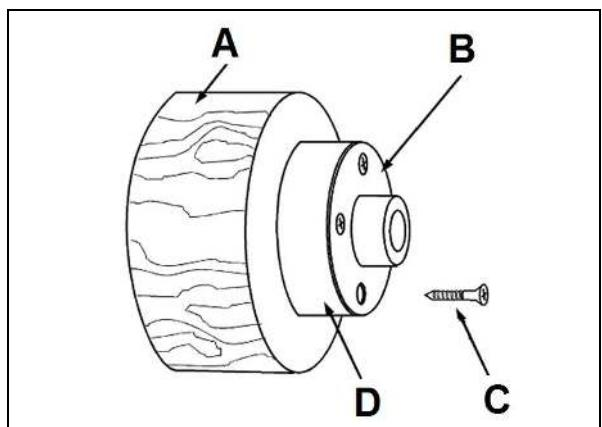

Fig. 15
Fixer la pièce à usiner (A, Fig. 15) avec 4 vis à bois (C) par derrière directement sur le plateau circulaire.